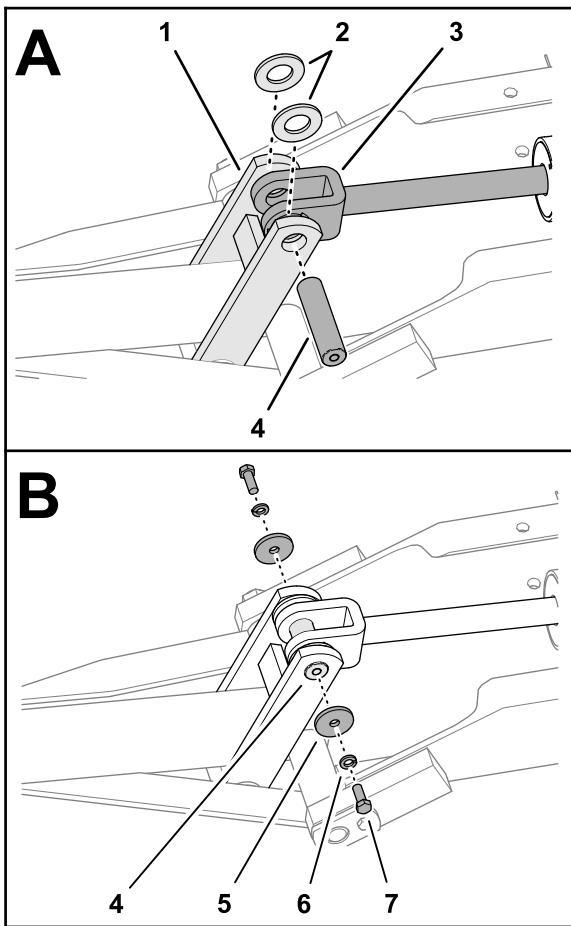

Figure 14
1. Alignez les trous de la biellette, les rondelles (1 $\frac{1}{8}$ po x 2 po) et la fixation de la tige du vérin de levage (Figure 14).
- Insérez l'arbre de 25 mm x 102 mm (1 po x 4 po) dans les trous de la bielle, des rondelles, et de la fixation de la tige de vérin (Figure 14).
- Fixez l'arbre dans la bielle (Figure 14) à l'aide de 2 vis ($\frac{3}{8}$ po x 1 po), 2 rondelles frein ($\frac{3}{8}$ po) et 2 rondelles ($\frac{3}{8}$ po x $1\frac{5}{8}$ po).